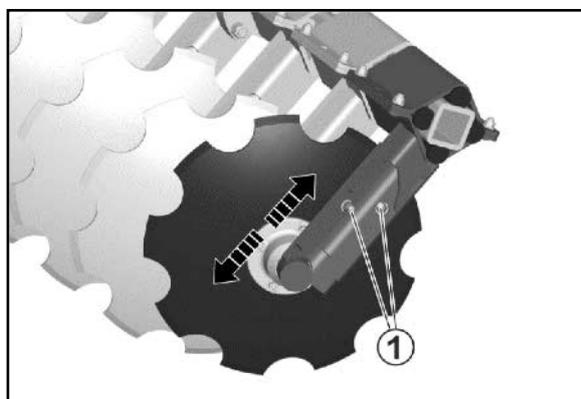

Fig. 33
1. Klappstecker (Fig. 33/3) entfernen.
2. Schwenkhebel (Fig. 33/2) entsprechend der gewünschten Drehrichtung einrasten.
3. Spindel über den Handhebel (Fig. 33/1) verlängern / kürzen.
4. Einstellung mit Klappstecker (Fig. 33/3) sichern.